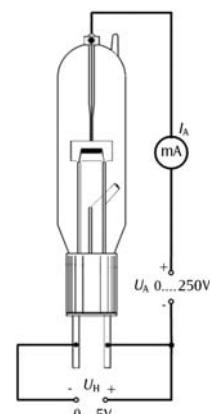

Fig. 4a Montagem de circuito para a investigação da zona de carregamento do campo und e zona de saturação
- Fazer a ligação segundo Fig. 4a/b.